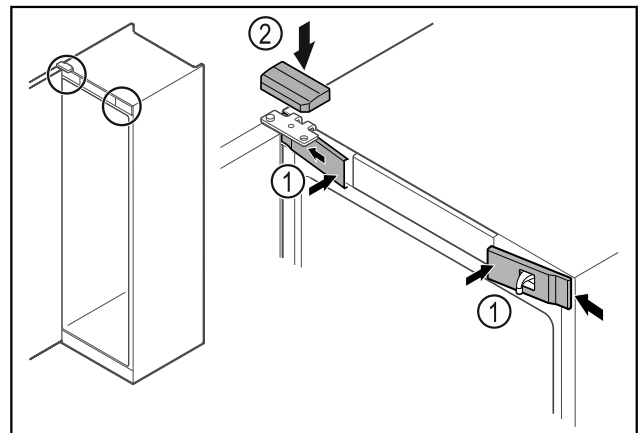

Fig. 43
- ▶ Vordere Abdeckungen Fig. 43 (1) seitlich einhaken und aufrasten.
- ▶ Obere Abdeckung Fig. 43 (2) von oben aufrasten.